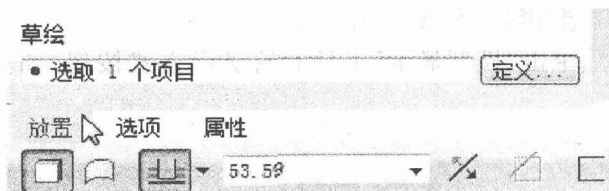

图 1-6 拉伸特征操控板设置
- ①单击  按钮,打开拉伸特征操控板。
- ②单击【放置】面板中的【定义】按钮,打开【草绘】对话框,如图 1-6 所示。